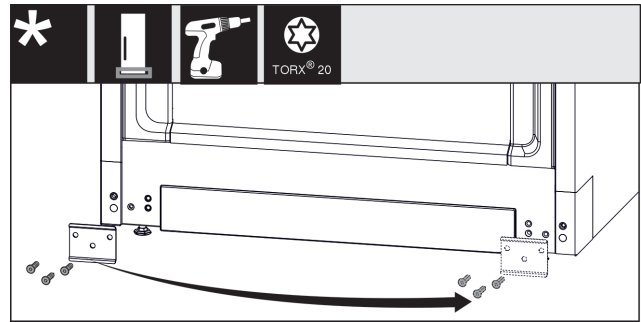

Fig. 30
- ▶ Blech Fig. 30 (1) abschrauben, auf die andere Seite umsetzen und wieder anschrauben.